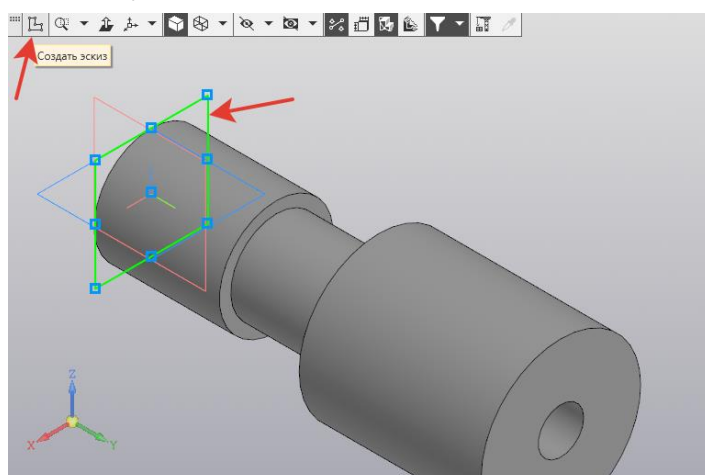

Рисунок 93.
8. **Лыски**. Выбираем в дереве модели плоскость **ZX**. Создаем **Эскиз** (рисунок 93).